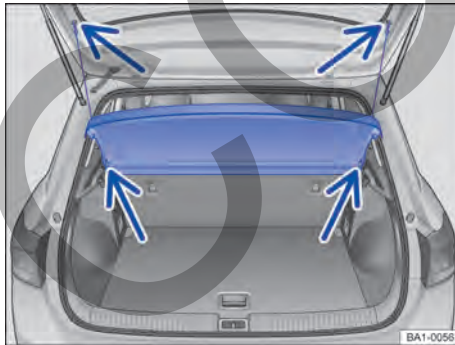

Fig. 116 En el maletero: desmontar y montar la tapa del maletero.
- Desprender los cordones de retención del soporte de la tapa trasera → **fig. 116** (flechas superiores).
- Retire la tapa del maletero hacia atrás y hacia afuera de los soportes laterales → **fig. 116** (flechas inferiores).
- Empuje la tapa del maletero hacia adelante, introduciéndola en los soportes laterales → **fig. 116** (flechas inferiores).
- Encajar los cordones de retención en la tapa trasera → **fig. 116** (flechas superiores).